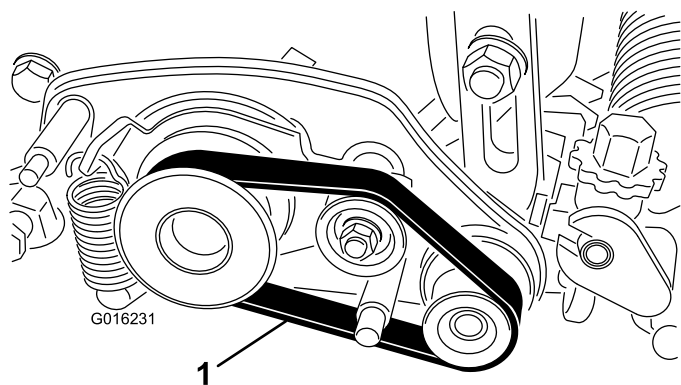

Figura 14
30. Monte la correa sobre la polea motriz, la polea tensora y la polea arrastrada, enrutándola como se muestra en Figura 14.